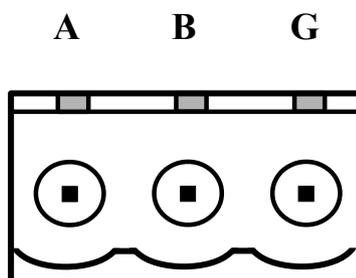

Рисунок 3 - Расположение контактов вилки интерфейса RS-485
1.4.2.2 Интерфейс RS-485 выведен на трёхконтактный штеккер (Рисунок 3, Таблица 2). В комплект поставки входит ответная трёхконтактная розетка с винтовыми клеммами для присоединения кабеля RS-485.